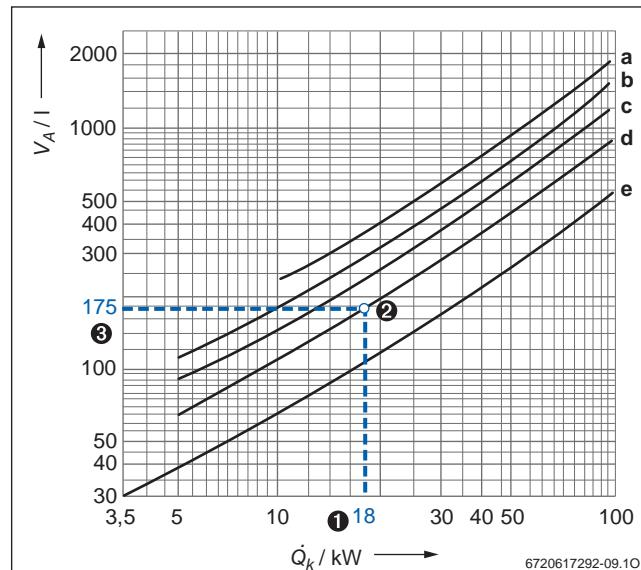

Bild 18 Anhaltswerte für den durchschnittlichen Wasserinhalt von Heizungsanlagen
In Abhängigkeit von verschiedenen Parametern der Heizungsanlage lässt sich das Anlagenvolumen aus dem Diagramm ablesen (→ Bild 18, Seite 19).
Das nach Punkt 3 aus dem Bild 18 abgelesene Anlagenvolumen muss kleiner sein als das maximal zulässige Anlagenvolumen. Wenn das nicht zutrifft, muss ein größeres Ausdehnungsgefäß gewählt werden.
(→ Bild 18, Kurve d)
④ Erforderlich ist ein AG mit 12 l Inhalt (→ Tabelle 12), weil hierfür das nach Bild 18 ermittelte Anlagenvolumen kleiner als das maximal zulässige Anlagenvolumen ist.